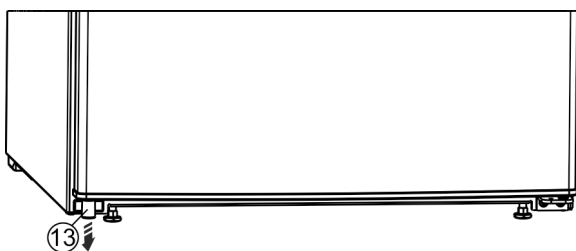

Fig. 14 \*
- Linksonder de afstandhouder Fig. 14 (13) uit de deur verwijderen.\*